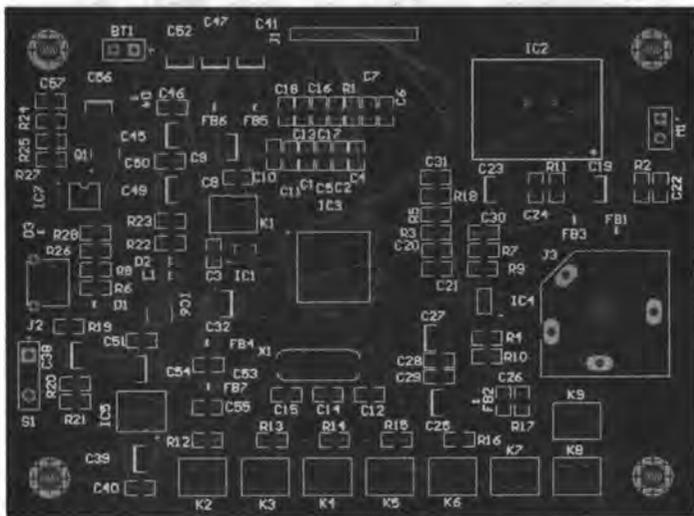

图 9-113 放置参考点
- [10] 由于设计中所用的元器件均为表贴式封装, 因此为了便于贴片机的定位, 在 PCB 上还需放置若干个参考点 (Mark), 如图 9-113 所示。本例中, 在对角边缘处放置了 3 个参考点, 另外在 CPU “IC3” 的对角也放置了 2 个定位点。